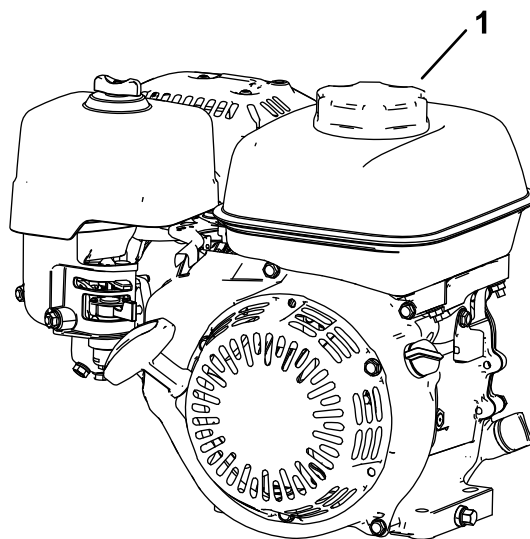

図 14
- 燃料キャップ 図 14 の周囲をきれいに拭いてからキャップを外す。給油は、タンクの首の根元までとしてください。エンジンの オペレーターズマニュアル を参照。